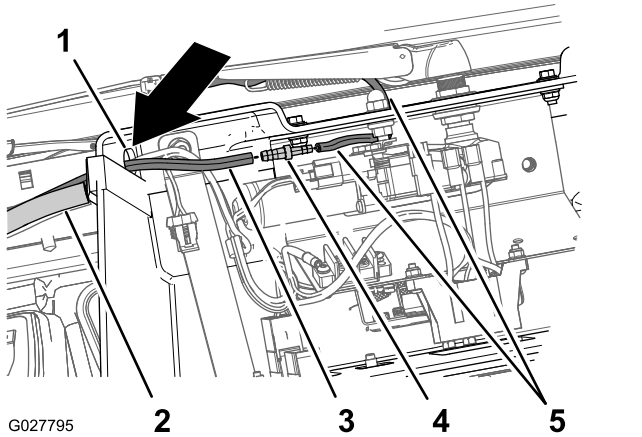

Figura 20
1. Na consola superior, encaminhe uma extremidade do tubo através do orifício da consola superior (Figura 20).
2. Insira a extremidade pequena do encaixe roscado do tubo na extremidade do tubo do braço do limpa pára-brisas até que a união assente totalmente (Figura 20).
3. Insira a extremidade grande da união roscada do tubo até ao fim do tubo, até que a união encaixe perfeitamente (Figura 20).